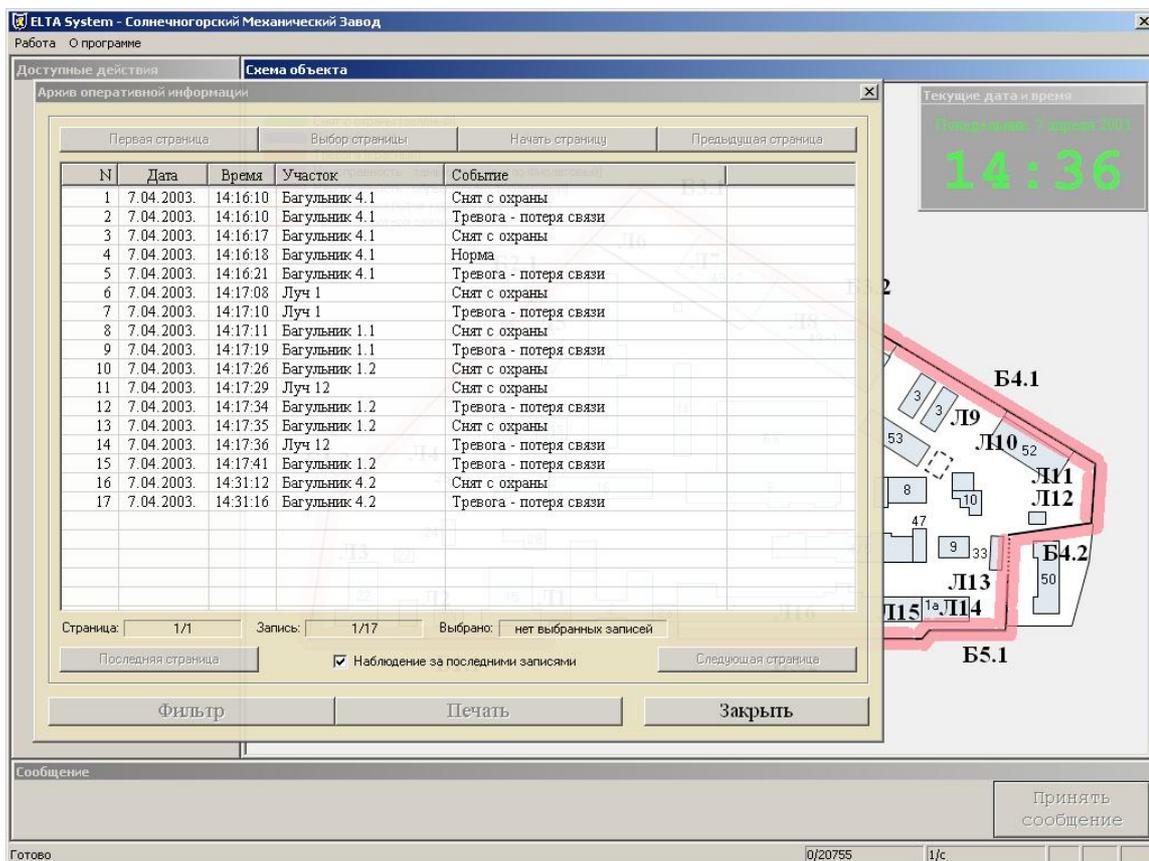

Рис. 2.10.
2.6.1. Кликните мышкой в основном меню на кнопке «Работа», затем в подменю на команде «Архив». При этом на экране монитора появится окно архива событий (рис.2.10).